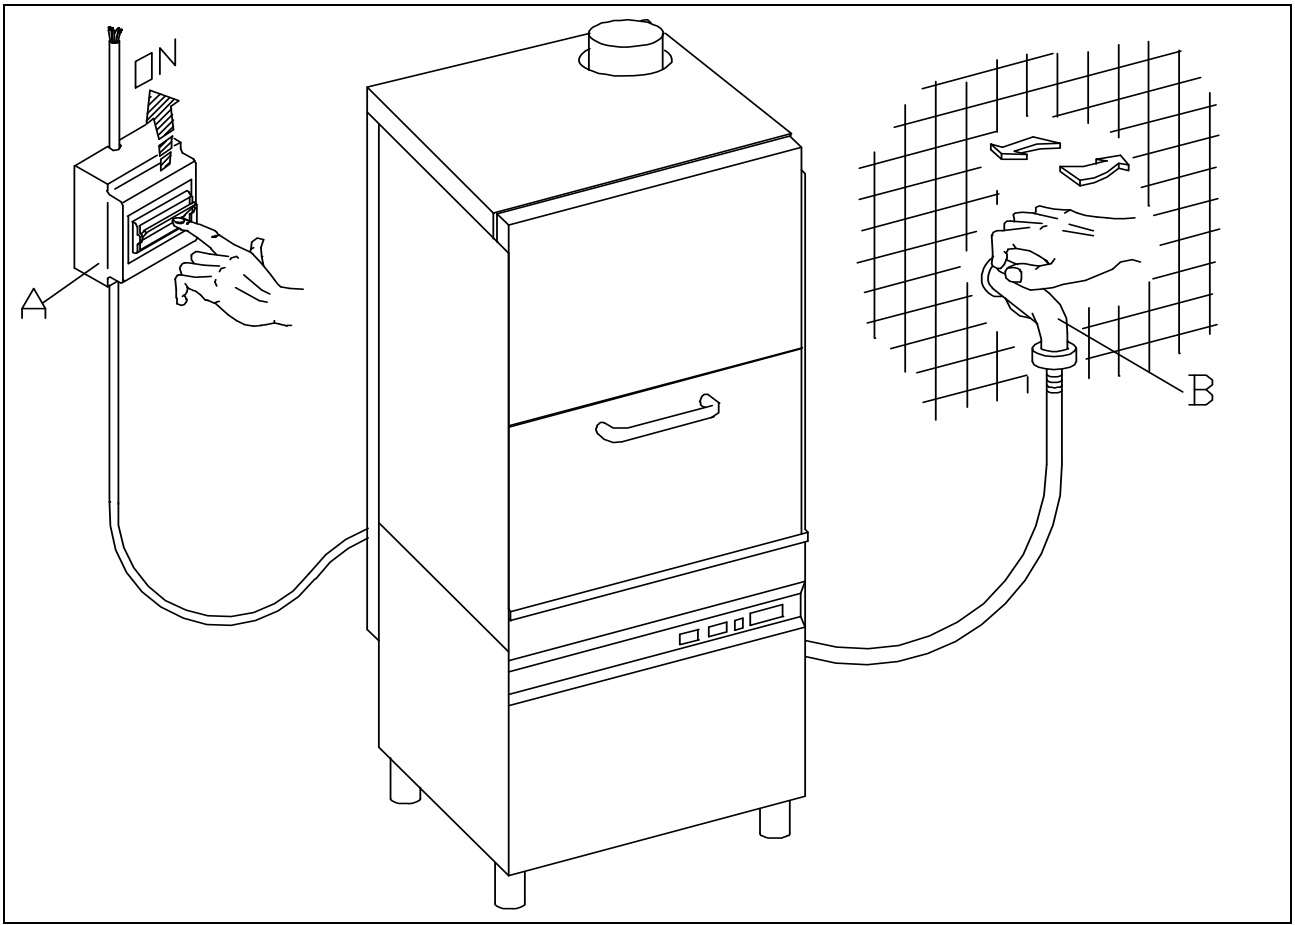

Fig. 3-1
- Aprire il rubinetto dell'acqua (B), inserire il troppopieno (H) e l'interruttore generale (A) ed attivare l'interruttore principale dell'apparecchio (1). L'accensione della spia di linea (A) dimostrerà che l'apparecchio è in tensione, avrà così inizio il carico dell'acqua nel boiler e successivamente nella vasca. Alla fine dell'operazione di caricamento acqua si inseriranno automaticamente le resistenze del serbatoio e della vasca in alternanza. Una volta che le temperature visualizzate dai termometri (T1) e (T2) avranno raggiunto le temperature impostate sui termostati, vasca e serbatoio (boiler), l'apparecchio sarà pronto per iniziare il lavaggio. (fig.3-1÷3-2)
- Turn on the water tap (B), insert the overflow tube (H), switch on the master switch (A) and switch on by means of the appliance ON switch (1). The line warning light (A) illuminates to show that the appliance is live and the boiler and the tank are filled with water. When the appliance has been filled with water the boiler and tank heating elements are automatically activated in alternation. When the temperature shown on the thermometers (T1) and (T2) reaches the temperature set on the thermostats of the tank and the boiler, the appliance will be ready to start the washing programme. (fig.3-1÷3-2)
- Den Wasserhahn (B) öffnen, den Hauptschalter (A) betätigen, das Überlaufrohr einstecken (H) und den Schalter (1) einschalten. Das Aufleuchten der Kontrolleuchte (A) zeigt an, daß das Gerät unter Spannung steht und daß das Wasser in den Boiler und anschließend in den Tank eingelassen wird. Nach dem Auffüllen mit Wasser schalten automatisch die Heizelemente im Boiler und im Tank eines nach dem anderen, ein. Wenn die von den Thermometern (T1) und (T2) angezeigten Temperaturen, die auf den Thermostaten des Tankes und des Boilers angesetzten Temperaturen erreicht haben, kann das Spülprogramm gestartet werden. (fig.3-1÷3-2)
- Ouvrir le robinet de l'eau (B), introduire le trop-plein (H), insérer l'interrupteur général (A) et mettre en action l'interrupteur principal (1), Le témoin lumineux vert (A) qui s'allume indique que l'appareil est sous tension et que le réservoir d'eau commence à être alimenté et que la cuve le sera ensuite elle aussi. A la fin de l'opération d'alimentation en eau, les éléments chauffants du réservoir et de la cuve entreront automatiquement en fonction en alternance. Une fois que la température affichée par les thermomètres (T1) et T2) aura atteint les températures affichées sur les thermostats du réservoir et de la cuve, on pourra faire démarrer un programme de lavage. (fig.3-1÷3-2)
- Abra el grifo del agua (B), introduzca el tubo de rebose (H), conectar el interruptor general (A) y conecte el interruptor principal del aparato (1). El encendido del piloto de línea (A) indica que el aparato está en tensión: empieza a llenarse de agua el tanque y a continuación se llena la cuba. Al final de la carga del agua se conectan automáticamente las resistencias del tanque y de la caldera en la alternación. Cuando las temperaturas que indican los termómetros (T1) y (T2) alcancen los valores prefijados en los termostatos de tanque y la caldera, el aparato estará listo para empezar el lavado. (fig.3-1÷3-2)
- Abrir a torneira de água (B), inserir o tubo de "muito cheio" (H), acionar o interruptor geral (A) e acionar o interruptor principal do aparelho (1). A indicação do sinal luminoso (DA), indicará que o aparelho está ligado, iniciará então o enchimento de água no reservatório e sucessivamente na cuba. Ao final da operação de enchimento de água, automaticamente funcionarão as resistências do reservatório e da cuba na alternância. Uma vez que as temperaturas visualizadas dos termómetros (T1) e (T2) atingirem os níveis ideais, nos termostatos da cuba e do reservatório (Boiler), o aparelho estará pronto para iniciar a lavagem. (fig.3-1÷3-2)
- A riempimento avvenuto, aprire la porta (I) e introdurre il detersivo (ca. 2 gr. per litro di capacità della vasca). Inserire il cesto (L) carico e chiudere la porta (I). Selezionare il ciclo di lavaggio inserendo il pulsante (2); per il ciclo 1 si accenderà la lampada spia (B), per il ciclo 2 si accenderà la lampada spia (C). A questo punto premere il pulsante START (3) (almeno per 2 secondi) e avrà inizio il ciclo di lavoro visualizzato dalla lampada spia (D): la fine del ciclo coincide con lo spegnimento di questa spia. Per spegnere la macchina si dovrà disinserire l'interruttore (1) portandolo nella posizione (0) spia (A) spenta (fig.3-1÷3-2).
- When the water intake cycle is complete, open the door (I) and add detergent (about 2 g. per litre of tank capacity). Position the full basket (L) and close the door (I). Select the appropriate washing cycle by pressing button (2): pilot lam (B) lights up for cycle 1; (C) lights up for cycle 2. Now press the START button (3) (at least for 2 seconds) and the wash cycle displayed by light (D) will start. When the cycle is over, this light goes out. To turn off the appliance, turn the switch (1) to (0). Light (A) indicates the appliance is off (fig.3-1÷3-2). *Add detergent every 5 - 6 wash cycles.*
- Nach erfolgter Füllung die Tür (I) öffnen und das Spülmittel einfüllen (ca. 2g/l Fassungsvermögen des Spülbehälters) Den gefüllten Geschirrkorb (L) einsetzen und die Tür (I) schließen. Das Programm durch Drücken des Druckknopfes (2) wählen, wird Programm 1 gewählt leuchtet die Kontrolllampe (B) auf und bei Programm 2 die Kontrolllampe (C). Nach Drücken des START-Druckknopfes (3) mindestens 2 Sekunden lang drücken, beginnt das Spülprogramm, die Kontrolllampe (D) leuchtet auf und am Programmende erlischt die Kontrolllampe. Um das Gerät auszuschalten, muß der Schalter (1) auf die Position (0) gestellt werden, die Kontrolllampe (A) erlischt (fig.3-1÷3-2). *Alle 5 oder 6 Spülgänge wieder Spülmittel nachfüllen.*
- Lorsque le remplissage est terminé, ouvrir la porte (I) et verser le détergant (environ 2 g pour chaque litre remplissant la cuve). Introduire le panier (L) plein et fermer la porte (I). Sélectionner ensuite le cycle de lavage en actionnant le bouton-poussoir (2). La lampe-témoin (B) s'allumera pour le cycle 1 et la lampe-témoin (C) s'allumera pour le cycle 2. A ce stade, presser le bouton-poussoir START (3) (au moins 2 secondes) et le cycle de fonctionnement commencera, visualisé par la lampe-témoin (D). La fin du cycle coïncide avec l'extinction de ce voyant. Pour arrêter la machine, il faudra débrancher l'interrupteur (1) en le ramenant sur la position (0): lampe-témoin (A) (fig.3-1÷3-2). *Ajouter du détergant tous les 5 ou 6 lavages.*
- Después del llenado, abra la puerta (I) y vierta el detergente (2 gramos aproximadamente por litro de capacidad de la cuba). Introduzca el cesto (L) carga y cierre la puerta (I). Seleccione el ciclo de lavado por medio del selector (2): para el ciclo 1 se enciende la luz testigo (B), para el ciclo 2 se enciende la luz testigo (C). Pulse ahora START (3) (almenos durante 2 segundos) para arrancar el ciclo de trabajo: se enciende la luz testigo (D), que se apagará al final del ciclo. Para apagar la máquina desconecte el interruptor (1) posición 0, luz testigo (A) apagada (fig.3-1÷3-2). *Cada 5 o 6 lavados, añadir detergente.*
- Após o enchimento abrir a porta (I) e adicionar o sabão (cerca de 2 gramas para cada litro de capacidade da máquina). Colocar o cesto (L) cheio com a louça e fechar a porta (I). Selecionar o ciclo de lavagem apertando o botão (2). Para o ciclo 1 se acende a luz (B) e para o ciclo 2 será a luz (C). A partir deste ponto, acionar o botão START (3) (pelo menos por 2 segundos) e iniciar o ciclo de lavagem, cujo funcionamento será indicado pela luz (D); ao final do ciclo a luz anteriormente indicada se apagará. Para desligar a máquina basta acionar o interruptor (1) até a posição 0 e assim a luz (A) se apagará (fig.3-1÷3-2).